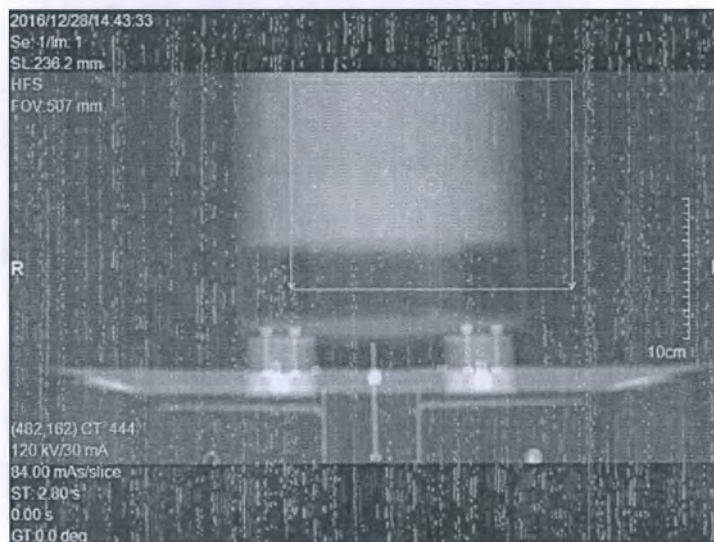

Рисунок 54 Выделение области скаут сканирования
5. Определите область скаут сканирования как показано на рис. 54.